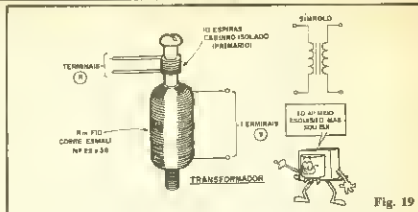

Fig. 19
Fig. 19 - Num pedacinho sobrando de um eletroímã idêntico ao já construído, enrolamos 10 voltas (bem apertadinhas) do babinho de ligação. Esse mini-enrolamento pode também ser fixado no nó, ou com fita adesiva. O tal "pedacinho sobrando" é instantaneamente o setor do painel junto à cabeça on-junto à ponta, que não foram originalmente ocupados pelo enrolamento já feito anteriormente. Observar que no caso, o enrolamento primário (P) é menor, agora feito, enquanto que o considerado secundário (S) é o grande, feito anteriormente. Na mesma fig. 19 (também o símbolo (representação) do transformador, utilizado nos esquemas e diagramas de circuitos e aplicações (montar um símbolo da hóbria simplis sobre núcleo de ferro - fig. 4-C, lá atrás - a notar a lógica do nosso).